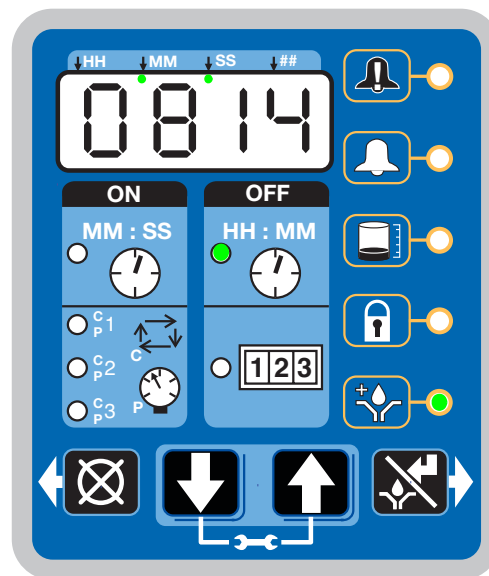

Рис. 49
- Горит индикатор рядом с часами в поле "OFF" (Рис. 49).
- Горит индикатор предварительной смазки (Рис. 49).
- На дисплее отобразится оставшееся до смазочного цикла время. В примере на Рис. 49 до начала смазочного цикла осталось 8 минут 14 секунд.